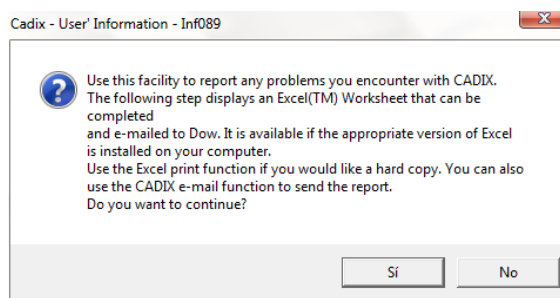

Figura 5.63: Advertencia para el informe de incidente de CADIX
Esta función sirve para informar de cualquier problema que encuentre en CADIX, de forma que aparece una ventana como la mostrada en la figura 5.63, que informa que en el paso siguiente, se mostrará un archivo de Excel (TM) de hoja de cálculo que puede ser completado y enviado por correo electrónico a Dow, pero solo está disponible si la versión apropiada de Excel está instalada en su ordenador. Utilice la función de impresión de Excel para enviar el informe. Si desea continuar pulsar “Sí” en caso contrario clicar en “No”.